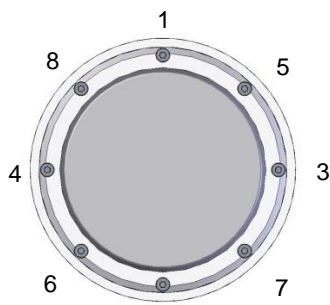
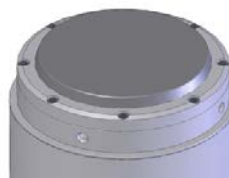

Bild 2
Bild 3
4. Lägg stoppringen (C) på den keramiska plattan (A). Applicera en liten mängd svag gängsäkring (t.ex. Loctite 222) på 8 skruvar (E).
Detta gör man genom att korsdra skruvarna enligt Bild 2 i minst sex (6) omgångar. I varje omgång (sekvens) ska skruvarna dras åt försiktigt i den numrerade ordningen 1 till 8. Vridmomentet ökas gradvis för varje omgång. Kontrollera att den keramiska stoppringen dras ner vinkelrätt på keramiska plattan efter varje omgång. Dra skruvarna med ett slutligt vridmoment på 1,0 Nm (Bild 3).